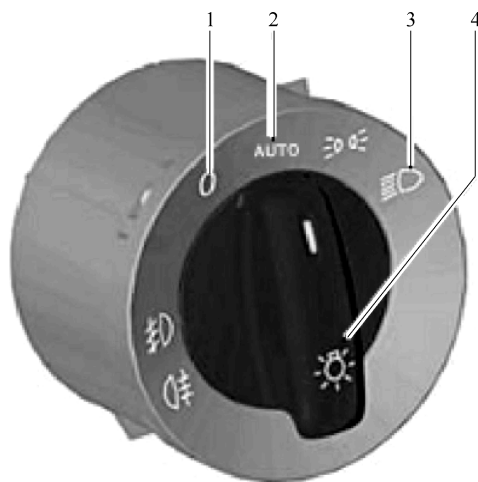

图 14-1-4 辅助行车灯开关
① 辅助行车灯又称为自动前照灯控制器(AHC)。
② 车辆必须处于自然日光中。
① 打开点火开关。
② 如图 14-1-4 所示, 将灯光开关 4 调到辅助行车灯位置 2。前照灯在明亮处应不得亮起; 否则应进行检修。